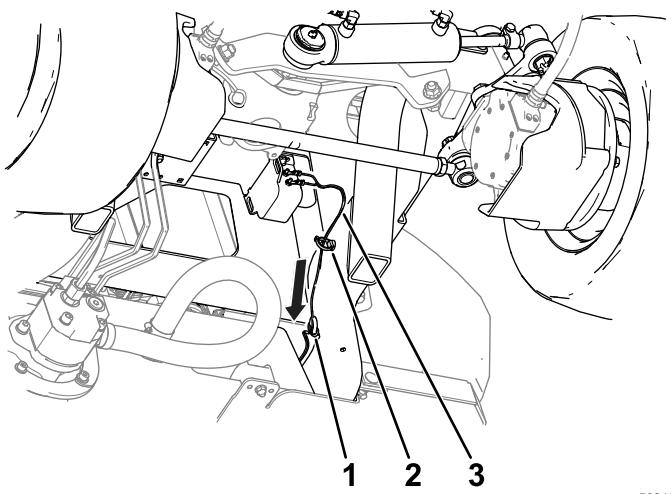

Figure 4
4. Fixez le faisceau de câblage sur le cadre avec un attache-câble et une fixation enfichable (Figure 4).